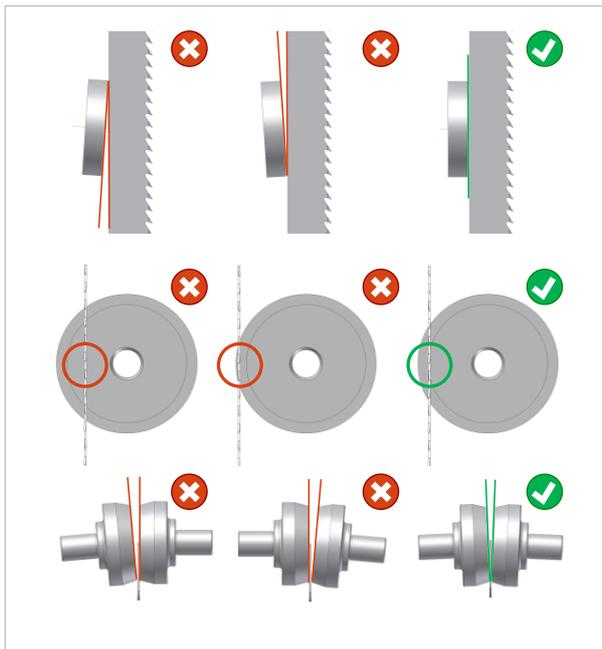

Abbildung 23: Grundeinstellung der Rücken- und Seitenrollen
- Seitenrollen so einstellen, dass sie das Sägeblatt nur leicht berühren (siehe ⇒ Abbildung 23). Bitte Acht geben, dass hierbei das Sägeblatt nicht seitlich weggedrückt wird!
- Nach erfolgter Einstellung die beiden Kontermuttern (M) und Knebelschrauben (K1) und (K2) festziehen.
- Die ⇒ Abbildung 23 zeigt ganz rechts die optimale Einstellung der Rücken- und Seitenrollen und links bzw. mittig, welche Einstellungen falsch sind und vermieden werden müssen.
- Die Rückenrolle muss parallel zum Sägeblattrücken (senkrecht) stehen (⇒ Abbildung 23 oben rechts).
- Das Sägeblatt muss genau vor der Innenkante der Rückenrollen laufen (⇒ Abbildung 23 Mitte rechts).
- Die Öffnungswinkel zwischen den Seitenrollen und dem Sägeblatt müssen auf beiden Seiten des Blattes gleich groß sein (⇒ Abbildung 23 unten rechts).